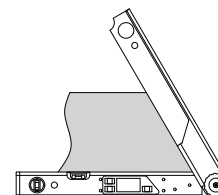
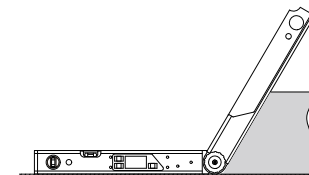
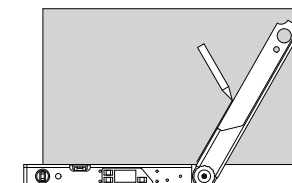

Fig.3
Fig.4
Fig.5
- c. Medição de ângulos (Fig.3, Fig.4) e traçagem (Fig.5).